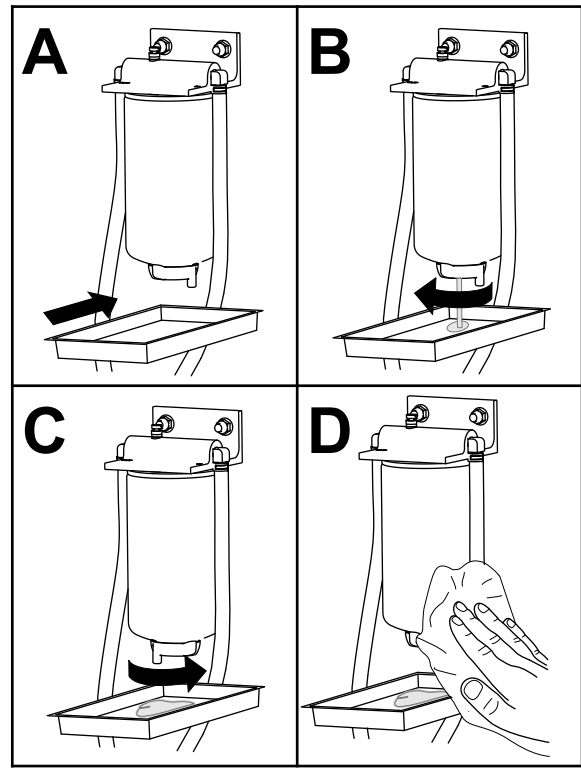

Figure 78
1. Vidangez l'eau du séparateur carburant-eau comme montré à la Figure 78.